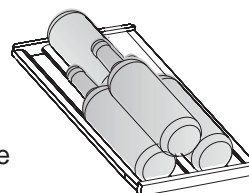

Fig A1
Il sera nécessaire de positionner les bouteilles en alternance sur les six clayettes du haut. Cela permettra de libérer de l'espace pour l'entreposage de quatre (4) bouteilles de 750ml sur la clayette du haut (fig. A) et de trois (3) bouteilles par panier sur chacune des quatre clayettes (fig. A1), et de cinq (5) bouteilles sur la partie inférieure (fig. A2), pour ainsi parvenir à une capacité d'entreposage totale de 21 bouteilles de vin.